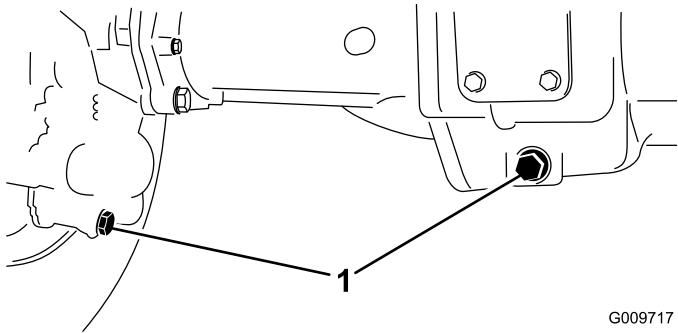

Figura 46
2. Limpe a zona em redor dos 3 tampões de escoamento, 1 em cada extremidade e 1 no centro (Figura 46).